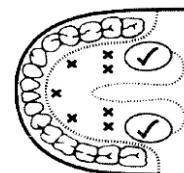

Figura 2
- Uso Oral:** Coloque o termômetro sob a língua na posição indicada com um ✓ na Figura 2. Feche a boca e respire somente pelo nariz, para evitar que a medição seja alterada pelo ar inspirado/expirado. A temperatura é considerada normal entre 35,7°C e 37,3°C.